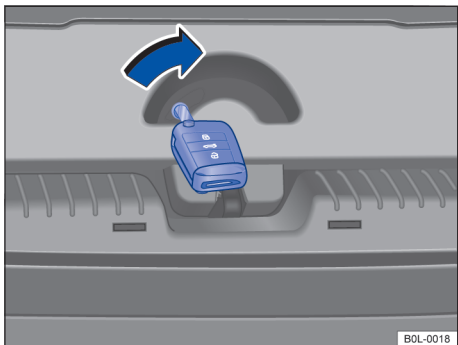

图 48 行李箱内：开启尾门锁
- 将钥匙头插入到尾门锁上的圆形槽口内，并沿箭头方向推动解锁拨杆 → 图 48，同时将尾门向外推，直至其打开。